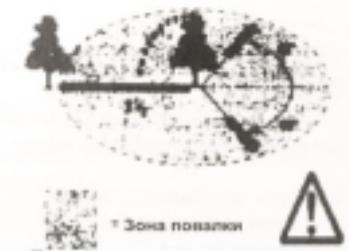

Рисунок 7
- следующее рабочее место должно быть удалено минимум на 2,5 длины дерева (рис. 7).
Перед валкой дерева надо проверить направление его падения и убедиться в том, что в зоне с радиусом 2,5 длины дерева (рис. 7) не находятся посторонние люди или предметы!